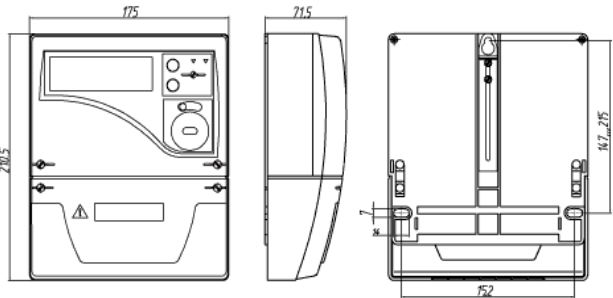

Рисунок 1 - Загальний вигляд лічильника CE303-U в корпусі S31
2.1.11 Загальний вигляд, габаритні та установочні розміри лічильника наведені на рис.1